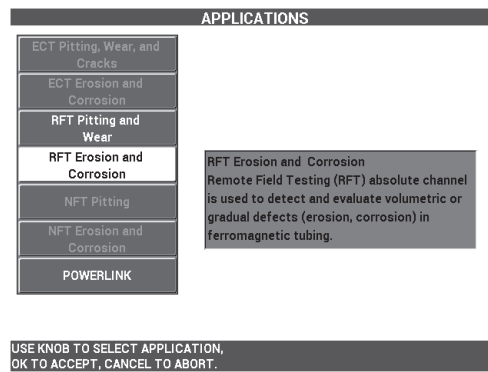

Abbildung 5-211 Anwendung RFT Erosion und Korrosion
2. Wählen Sie die Funktionstaste A für **WEITER** aus und drehen Sie dann den Drehknopf, um **RFT Erosion und Korrosion** auszuwählen. Drücken Sie zur Bestätigung(✓) [siehe Abbildung 5-211 auf Seite 296].